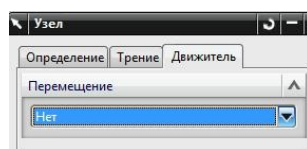
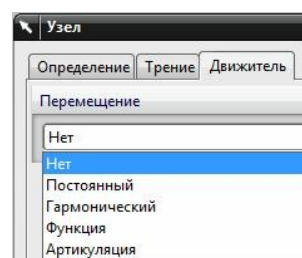

рис.3
рис.4
•Стандартное состояние рассматриваемой закладки показано на рис.3 – нет никакого движителя. Но если раскрыть поле *Перемещение*, то система предоставит различные возможности указания движителей (рис.4).